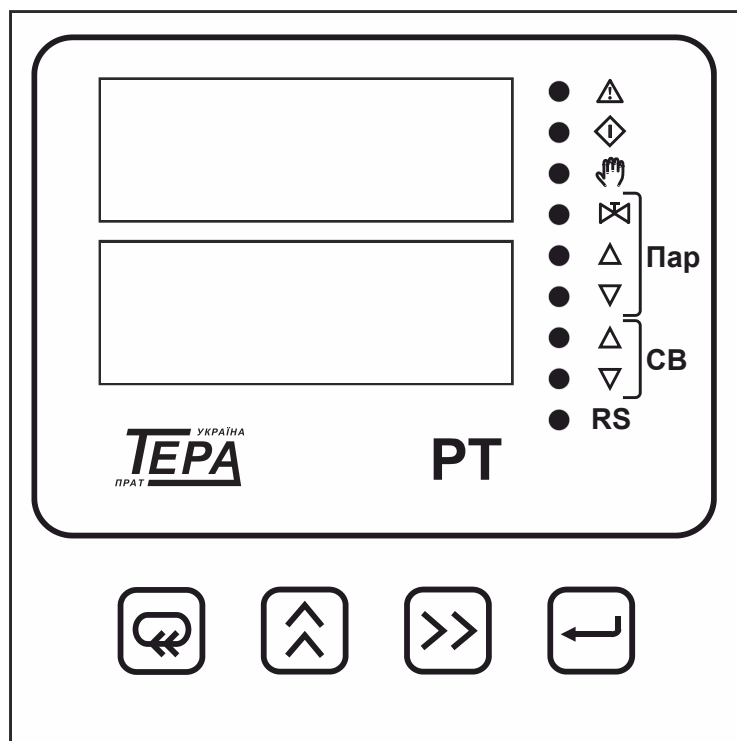

Рисунок 3.2 - Передня панель приладу
3.2.2 На передній панелі приладу (рис. 3.2) розташовані два семисегментних чотирьохрозрядні індикатори, одиничні світлодіодні індикатори та чотири кнопки керування: